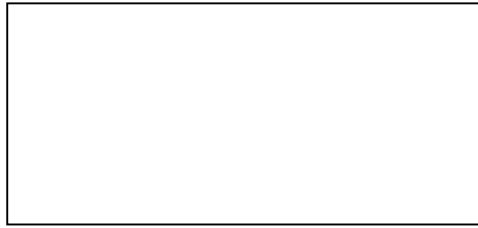

Рисунок 2.3 – Экран при запуске распределителя
2.3.1.1 После включения на индикаторе распределителя (в случае, если не были заданы параметры режима) отобразится надпись (рисунок 2.3).